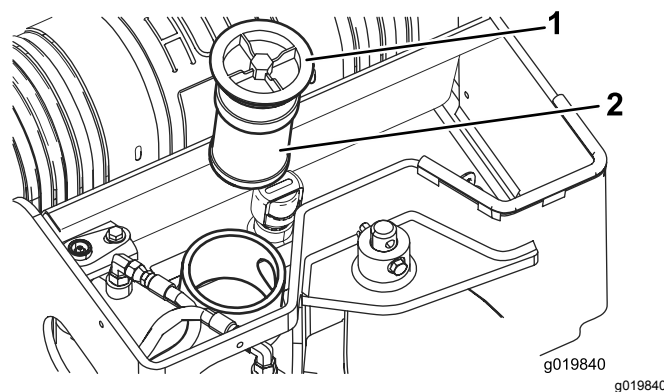

Figura 61
4. Togliete il filtro dell'olio e gettatelo (Figura 61).
5. Inserite il filtro idraulico di ricambio e il tappo di riempimento (Figura 61) e serrate il bullone in alto a una coppia compresa tra 21 e 25 N·m.
5. Togliete il tappo di riempimento del serbatoio idraulico e il filtro (Figura 61).
10. Inserite il filtro idraulico e il tappo di riempimento (Figura 61) e serrate il bullone in alto a una coppia compresa tra 21 e 25 N·m.